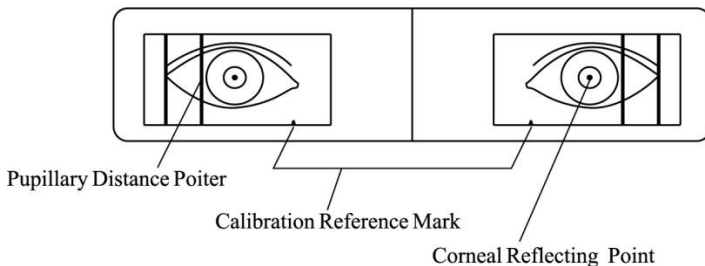
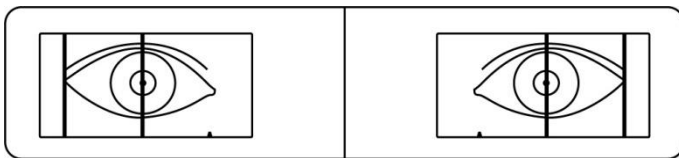

Abb. 7a (Der Anblick, den der Tester durch das Messfenster beobachtet)
Abb.7b (Der linke und der rechte Zeiger stimmen mit den reflektierenden hellen Punkten überein)
d. Der Tester beobachtet den reflektierenden Lichtfleck auf der Pupille des Probanden durch das Messfenster. Verschieben Sie die linken und rechten Pupillen-Messtasten, der linke und rechte Pupillenabstandszeiger stimmen mit den reflektierenden Lichtpunkten der linken bzw. rechten Pupille des Probanden überein (wie in Abb. 7a und Abb. 7b gezeigt). Die im Anzeigefenster angezeigten Daten sind der gemessene Pupillenabstand.